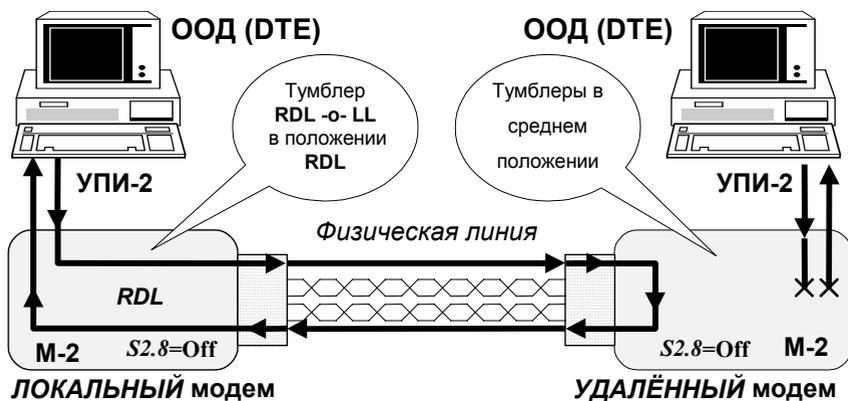

Рис. 10 Проверка Удаленный шлейф (RDL)
Проверка *Удаленный шлейф (RDL)* устанавливает заворот данных (шлейф) на **УДАЛЕННОМ** модеме в сторону **ЛОКАЛЬНОГО** модема. Проверка *Удаленный шлейф (Remote Digital Loopback)* обеспечивает возможность полной проверки канала передачи данных, образованного с помощью двух однотипных модемов. Рис. 10 иллюстрирует принцип проверки *Удаленный шлейф (RDL)* для одного направления. Модем позволяет выполнить проверку канала передачи данных как с помощью внешнего ООД (DTE), так и в автономном режиме с помощью встроенного анализатора – **BER**-тестера.
Для организации проверки канала передачи данных в режиме *Удаленный шлейф (RDL)* с помощью ООД (DTE) необходимо подключить модемы и установить микропереключатели в требуемое положение (микропереключатель  $S2.8 = \text{Off}$ ). Затем на одном модеме, назовем этот модем **ЛОКАЛЬНЫМ**, необходимо установить тумблер **RDL-o-LL** в положение **RDL**. На другом модеме, см.Рис. 10, назовём его **УДАЛЕННЫМ**, тумблеры должны находиться в среднем положении (рабочий режим).
1. **ЛОКАЛЬНЫЙ** модем переводит выходную цепь *DCD* УПИ-2 в пассивное состояние, гасит индикатор **CD**, затем переводит **УДАЛЕННЫЙ** модем в режим заворота данных в физическую линию, см.Рис. 10.